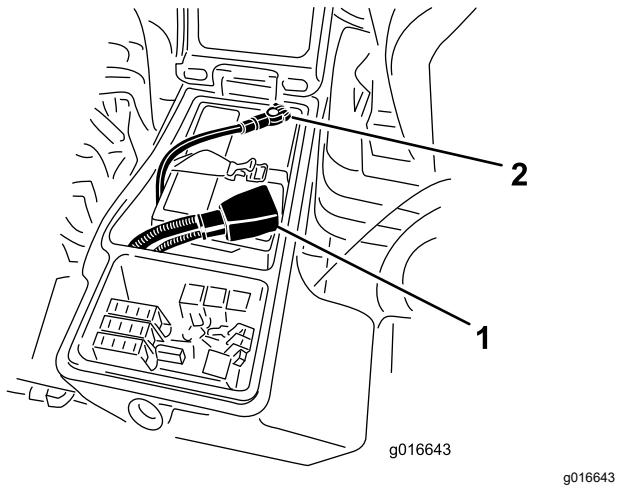

Bild 133
3. Trennen Sie das Minuskabel (-) von der Batterie (Bild 133) ab.